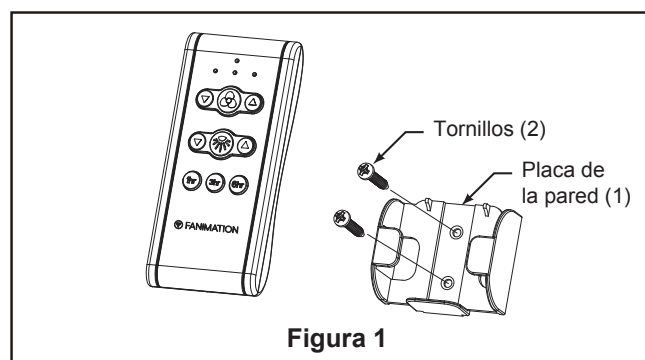

Figura 1
- ☐ 1. Instalación de la placa de la pared: (Figura 1)